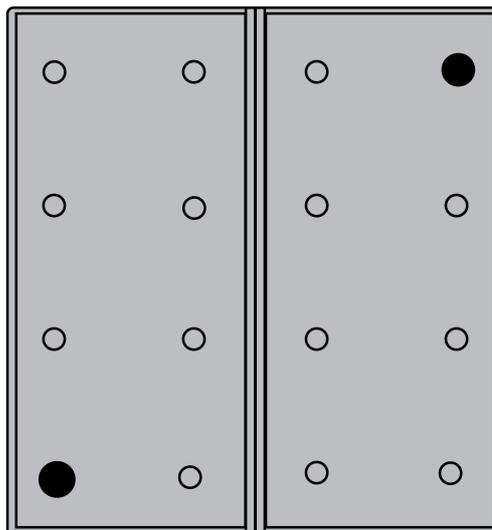

Figure 5: Activation du mode de programmation pour touches de scène
- Appuyer simultanément pendant 4 secondes sur les touches supérieure gauche et inférieure droite (figure 5).
- Appuyer brièvement simultanément sur les touches supérieure gauche et inférieure droite, voir (figure 5).